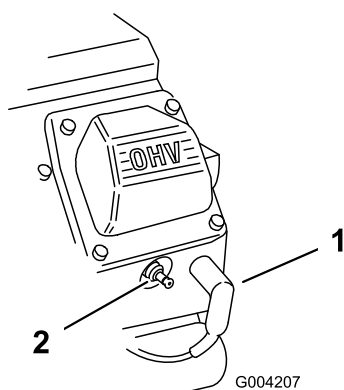

Figura 34
3. Staccate i cappellotti delle candele (Figura 34).
3. Collegate i cappellotti alle candele (Figura 34).